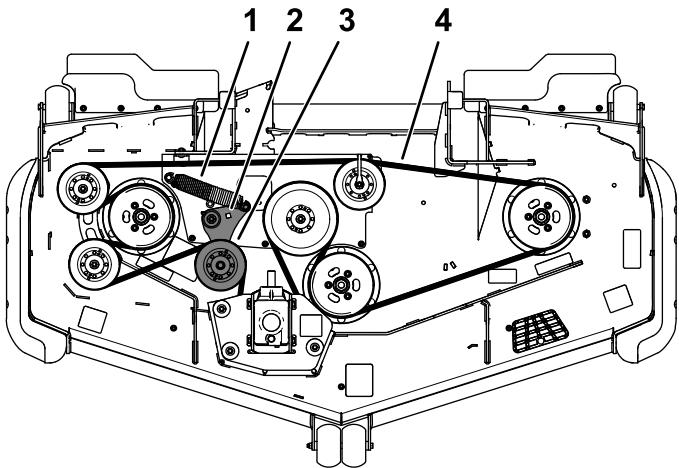

Figura 55
5. Utilice una llave de carraca en el orificio cuadrado del brazo tensor para aliviar la tensión del muelle tensor (Figura 55).
7. Pase la correa nueva alrededor de las poleas de la segadora (Figura 55).
8. Asegúrese de que los extremos del muelle están asentados en las ranuras de anclaje, y usando una llave de carraca en el orificio cuadrado, instale la correa alrededor de la polea tensora (Figura 55).